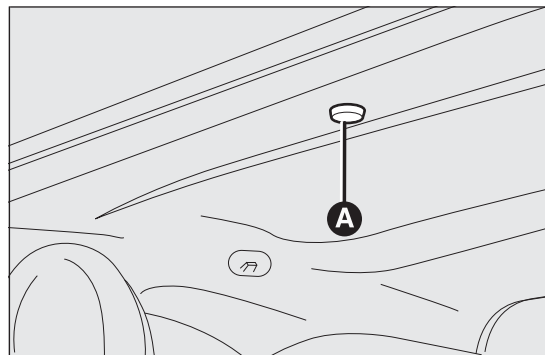

fig. 47
- ☐ Retirar manualmente el tapón de protección A fig. 47 de su alojamiento, que se encuentra en el revestimiento interior tras la capota parasol